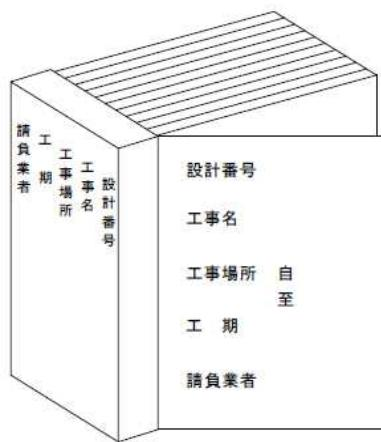

図6-1 竣工書類一式
- 表6-2に定める書類を竣工書類一式とし、原則として図6-1に示すとおりチューブファイル一冊に製本すること。